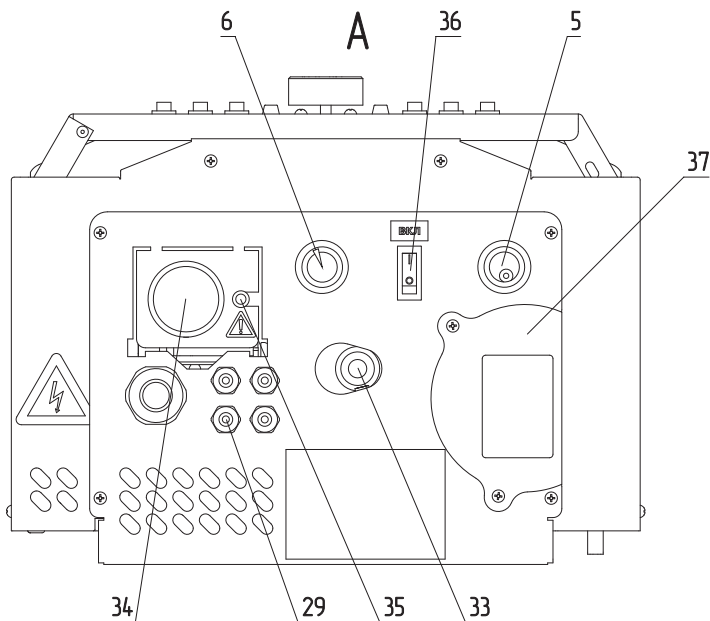

Рис.4 Устройство электрического котла ZOTA JAZZ
- Патрубок подачи котла обозначен красной стрелкой (**Рис.4, поз.5**), патрубок обратки обозначен синей стрелкой (**Рис.4, поз.6**);
- Подключите патрубок сброса теплоносителя с предохранительного клапана (**Рис.4, поз.33**) к выводу канализации.